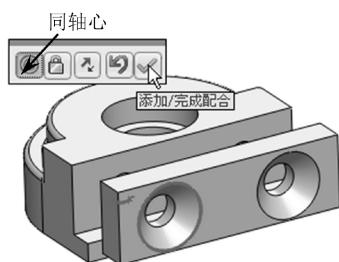

图 7-43 零部件的同轴心配合
- 06 随后钳口板自动与活动钳口孔对齐，并弹出【标准配合】选项卡。在该选项卡中单击【添加/完成配合】按钮 $\checkmark$ ，完成【同轴心】配合，如图 7-43 所示。